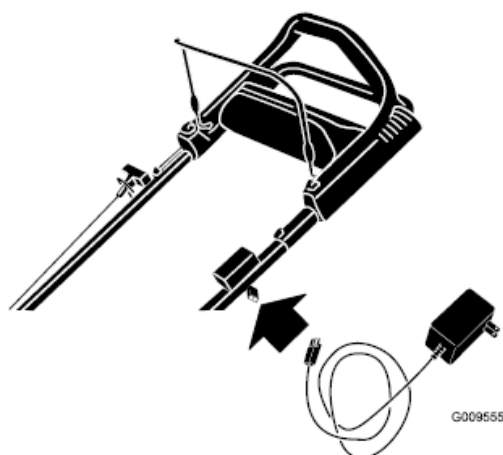

Figure 23
1. Podłączyć ładowarkę do złącza umieszczonego na uchwycie kosiarki poniżej stacyjki rozrusznika (Fig. 23).